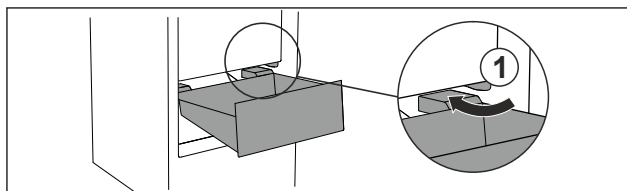

Fig. 116
- Zásuvku ved'te šikmo podél zarážek Fig. 116 (1).